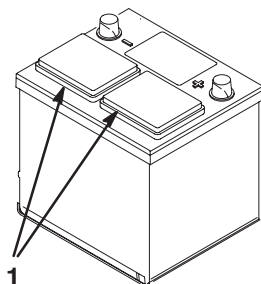

Figure 17
2. Nettoyez le dessus de la batterie puis retirez les bouchons d'aération (Fig. 17).